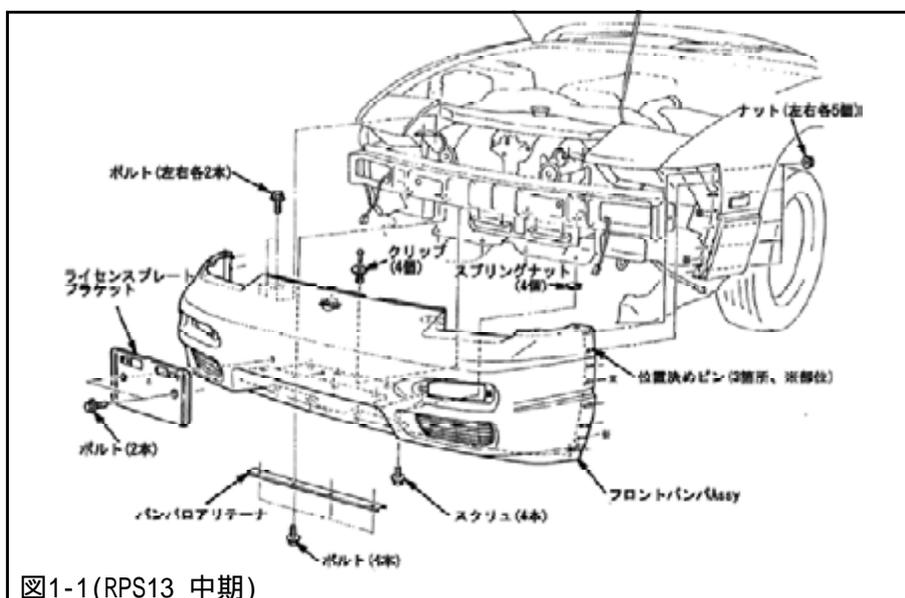

図1-1(RPS13 中期)
- (1) アンダカバーを取外してください。
- (2) 運転席側フェンダプロテクタを取外してください。
- (3) フロントバンパ及びレインフォースを取外してください。(図1-1, 図1-2)
- (4) 後期車両で当社インタークーラキット装着車両は、アウトレットパイプ 1を取外してください。
- (5) ウォッシャタンクからウォッシャ液を抜き、ゴムホース及びカプラを取外してください。
- (6) ウォッシャタンクを、固定しているブラケットごと取外してください。
- (7) エンジンオイルを抜取ってください。
- (8) オイルフィルタを取外してください。